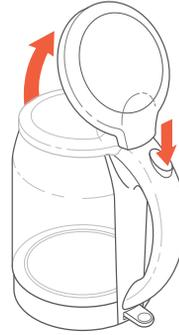

Figure 1.1
3. Appuyez sur le **bouton d'ouverture du couvercle**. [Figure 1.1]